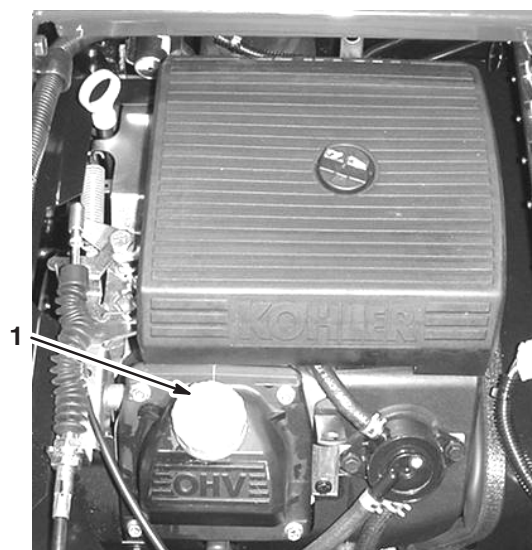

Figure 32
8. Versez lentement environ 80% de la quantité d'huile spécifiée dans le goulot de remplissage (Fig. 32).